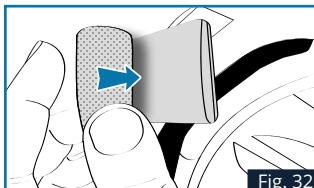

Fig. 32
3. Pegar la espuma de calce que se encuentra en el kit SENA FOR SHARK (Bluetooth o Mesh) en la parte posterior de la batería del intercomunicador, Fig. 32.